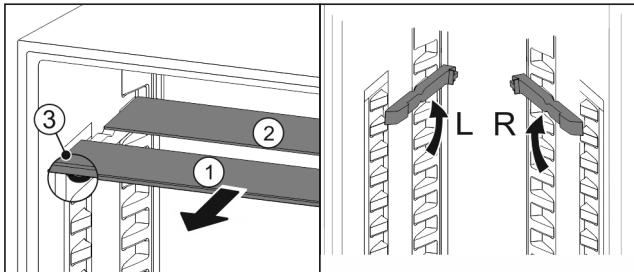

Fig. 19
- По одной извлеките Fig. 19 (1) стеклянные панели движением вперед.
- Стеклянная панель Fig. 19 (1) с декоративной планкой лежит спереди.
- Стопоры Fig. 19 (3) показывают вниз.